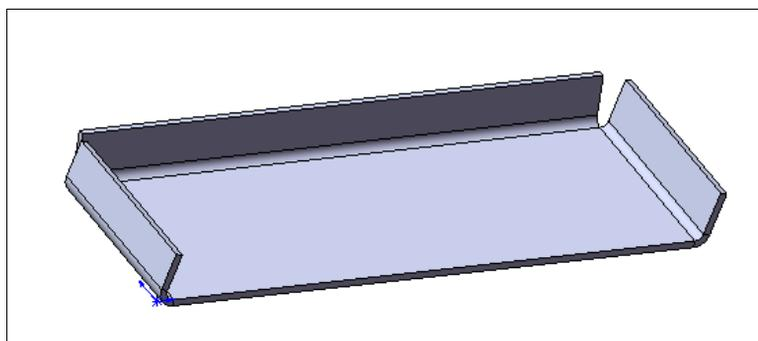

Рис. 4.40
10. Закончим построение ребер, нажав кнопку **ОК** , в результате получим согнутое состояние детали Перегородка (рис. 4.40).